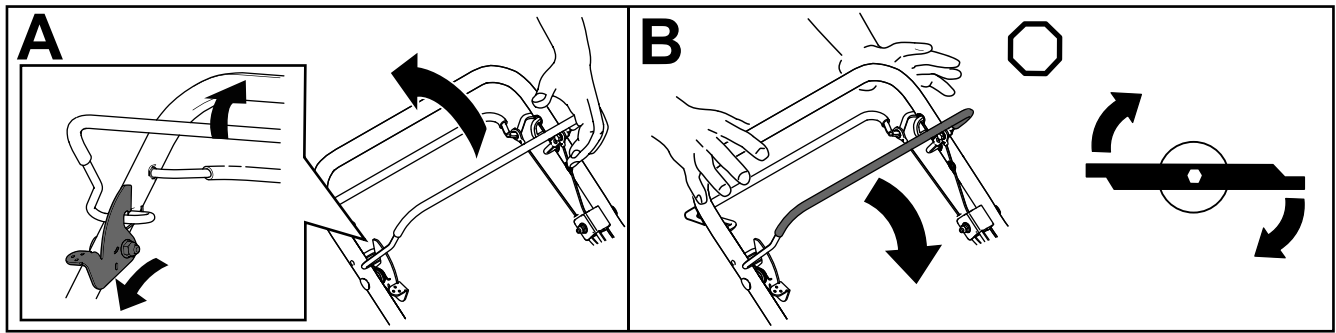

Figure 18
1. Poussez et maintenez le levier de blocage de la commande des lames en avant pour relâcher la barre de commande des lames (A de la Figure 18).
2. Serrez la barre de commande des lames contre le guidon et relâchez le levier de blocage ; la lame doit d'engager (A de la Figure 18).
3. Relâchez la barre de commande pour désengager la lame (B de la Figure 18). Le